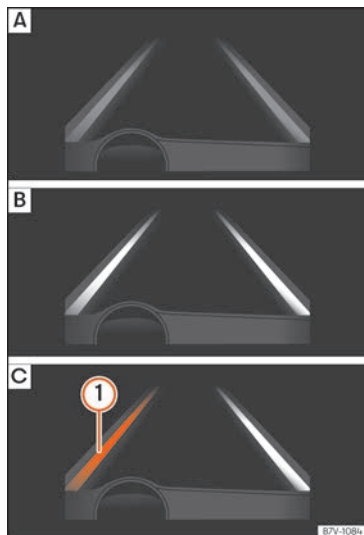

Fig. 257 En la pantalla del cuadro de instrumentos: indicación en la pantalla del sistema de aviso de salida del carril.
- **fig. 257 [A]:** El sistema está activado, pero no disponible, bien por no haber »
- **fig. 257 [B]**: El sistema está activado y disponible, tiene las dos líneas del carril reconocidas. En este momento no está corrigiendo la trayectoria.
- **» fig. 257 [C]**: El sistema está trabajando, la línea resaltada ① indica que había riesgo de sobrepasar la línea de carril involuntariamente y está actuando sobre la dirección para corregir la trayectoria.